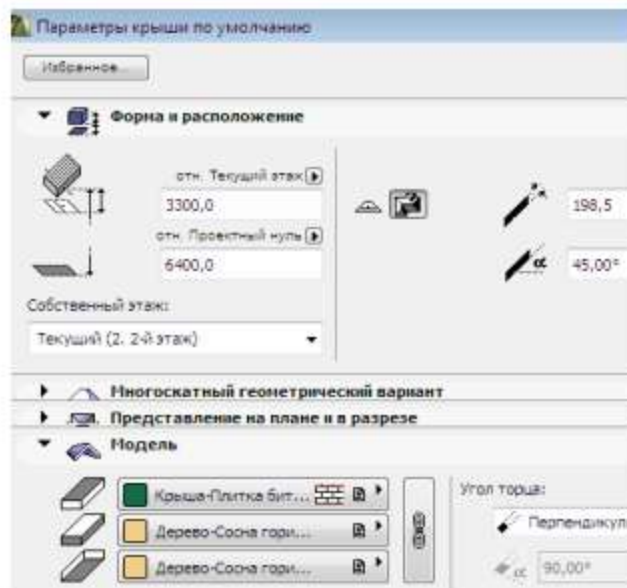

Рисунок 8.19
2. Выберите инструмент **Крыша** и после двойного щелчка на инструменте войдите в диалог параметров крыши (рисунок 8.19).